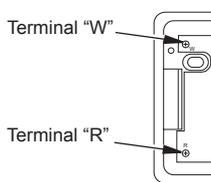

Figura 26 - Terminales de la Base del termostato "W" y "R"
6. Conecte cada punta desnuda de los cables a cada una de las terminales ("W" y "R") de la base del termostato (consulte la figura 26).